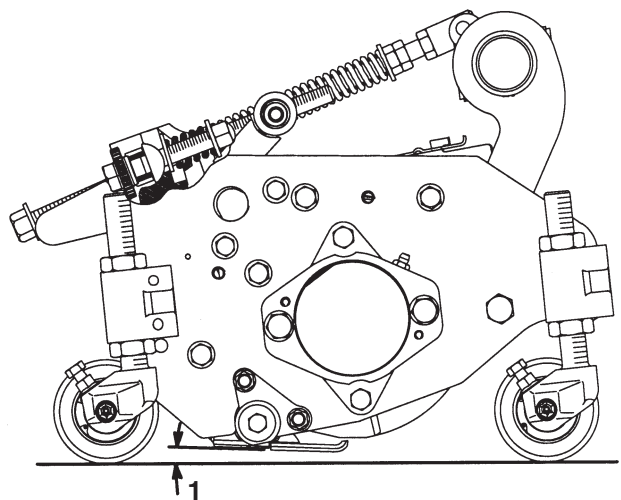

Bild 6
**WICHTIG:** Die „Neigung“ des Schneidwerks wirkt sich nennenswert auf die Leistung des Schneidwerks aus. Die Neigung steht für den Winkel des Messers im Verhältnis zum Boden (Bild 6). Einstellbare Profileile vorne und hinten ermöglichen eine variable Einstellung der Neigung des Schneidwerks im gesamten Schnitthöhenbereich. Alle Schneidwerke an einer Maschine müssen auf die gleiche Neigung eingestellt werden. Wenn das nicht geschieht, wird das Erscheinungsbild der Rasenfläche nach dem Schnitt dadurch beeinträchtigt.